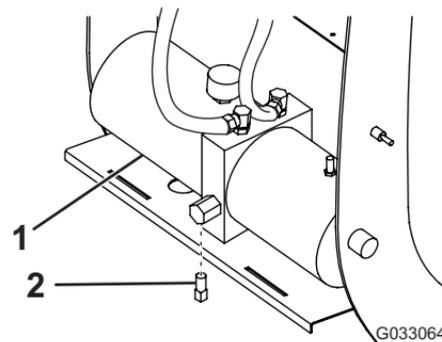

Figure 25
5. Nettoyez la surface autour du bouchon de vidange (Figure 25).